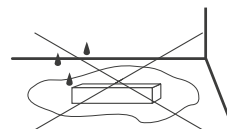

Рис. 2. Максимальная допустимая нагрузка, % от мощности источника
- температура окружающего воздуха от -20 до $+45$ °C, см. график зависимости максимально допустимой нагрузки на источник питания от температуры окружающей среды на рис. 2;
- 4.4. Не нагружайте источник питания более чем на 80% от его максимальной мощности. Учитывайте, что с повышением температуры окружающей среды максимальная мощность источника питания снижается, см. график зависимости максимальной допустимой нагрузки на источник питания от температуры окружающей среды на рис. 2.